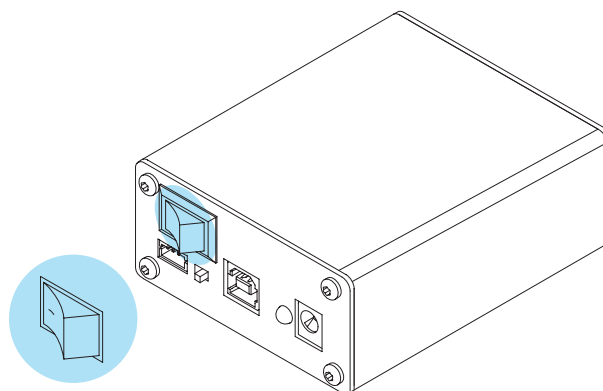

Рисунок 4.
- 6 Переключить кнопку разрыва питания в положение «ВКЛ» (рис. 4);